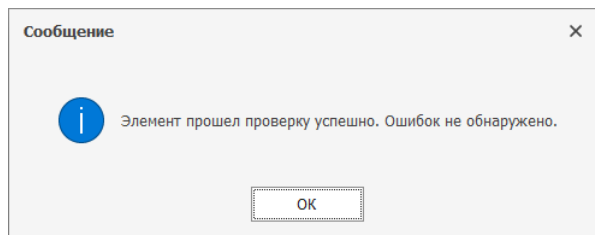

Рис. 15 Системное сообщение об отсутствии ошибок
4. Дождаться окончания проверки, см. Рис. 15.